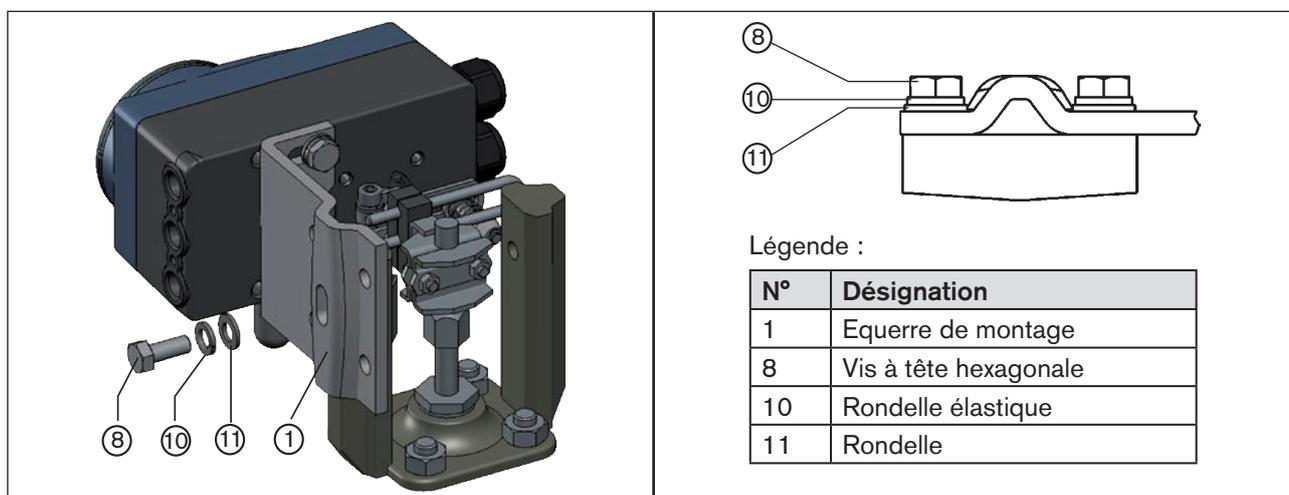

Figure 16 : Fixer le type 8792/8793 avec l'équerre de montage pour les actionneurs avec cadre de fonte
→ Fixer l'équerre de montage sur le cadre de fonte avec une ou plusieurs vis à tête hexagonale ⑧, rondelles ⑪ et rondelles élastiques ⑩ (voir « Figure 16 »).